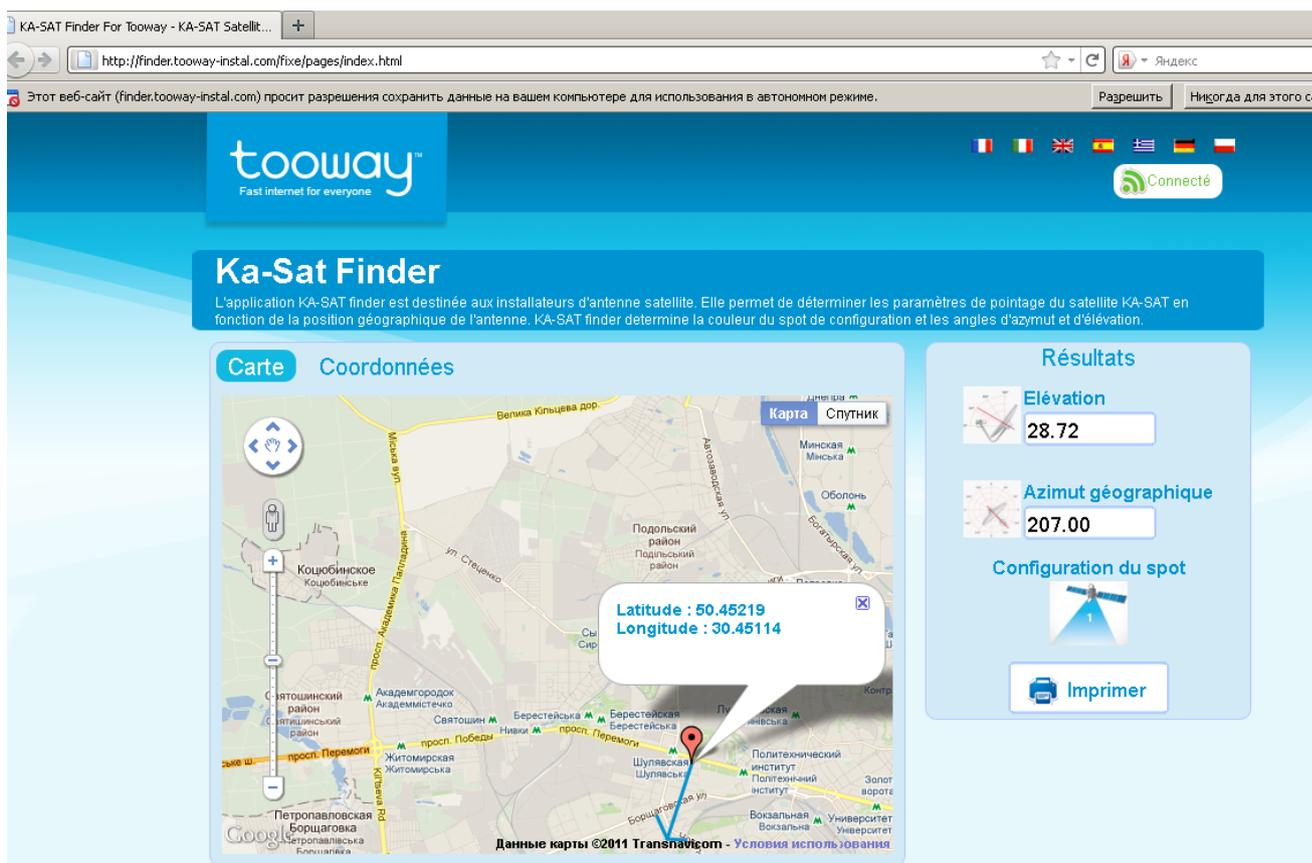

Рис. 3. Порядок визначення азимуту, кута місця та номера променя
- 2) вказуємо мишею на карті, як показано на рис. 3 (в лівому вікні на карті знаходимо своє місце положення – населений пункт, у великих містах – вулицю, робимо клік мишкою);